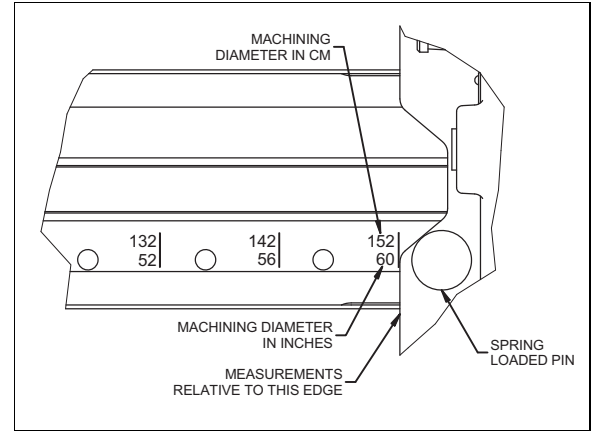

РИСУНОК 3-27. ОБРАБАТЫВАЮЩИЙ РЫЧАГ
2. Переместите рычаг в нужное положение. Обрабатывающий рычаг имеет метки (дюйм и см) на торце ползуна для установки в требуемом положении. Поскольку рычаг перемещается радиально от центра, разметка показывает дюймы и сантиметры полу-приращений от края основного корпуса (рис. 3-27).